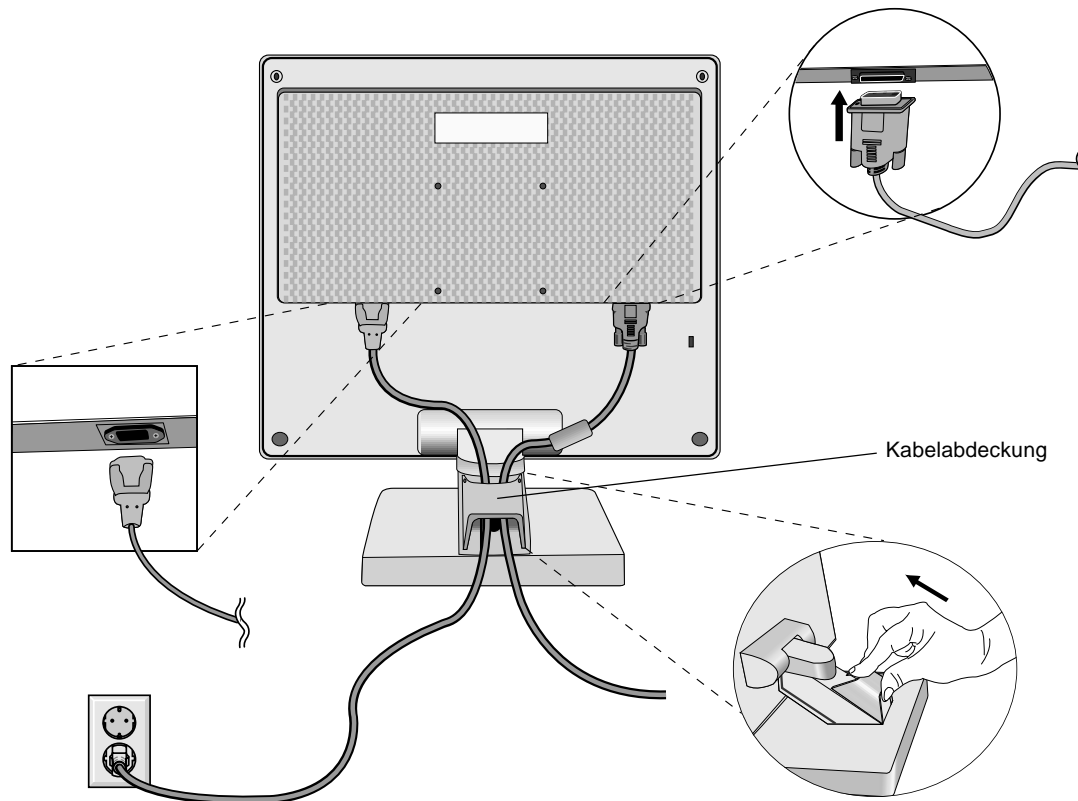

Abbildung C.1
4. Stecken Sie den Mini-D-SUB-Stecker (15 Stifte) des Signalkabels in die entsprechende Buchse auf der Rückseite des Monitors (**Abbildung C.1**).
5. Stecken Sie ein Ende des Netzkabels in den LCD-Monitor und das andere Ende in die Steckdose ein. Platzieren Sie Signal- und Netzkabel unter die Kabelabdeckung (**Abbildung C.1**). Bringen Sie die Kabelabdeckung wieder an.